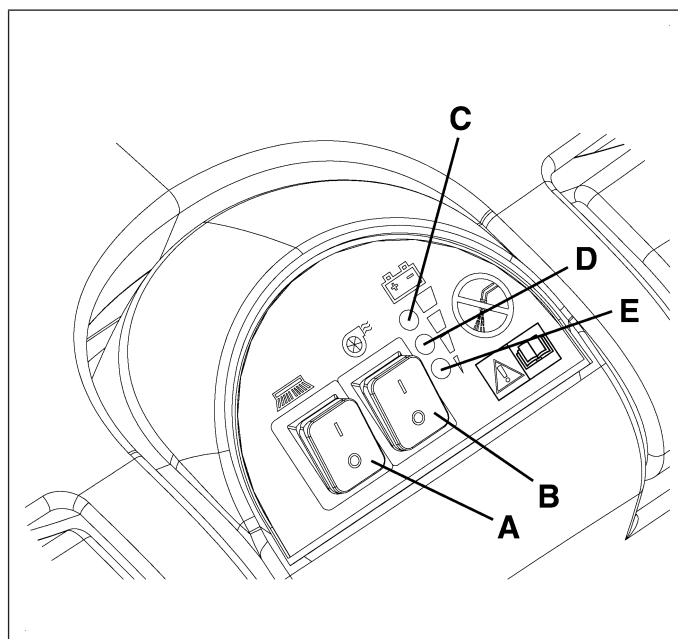

Figure 6
- Positionner les interrupteurs de rotation brosse et d'aspiration (A et B, Fig. 6) sur "I". Si le témoin lumineux vert s'allume (C), les batteries sont prêtes pour l'utilisation.
- Si les témoins lumineux (D ou E, Fig. 6) s'allument, il est nécessaire de charger les batteries avant d'utiliser la machine (voir la procédure au chapitre Entretien).